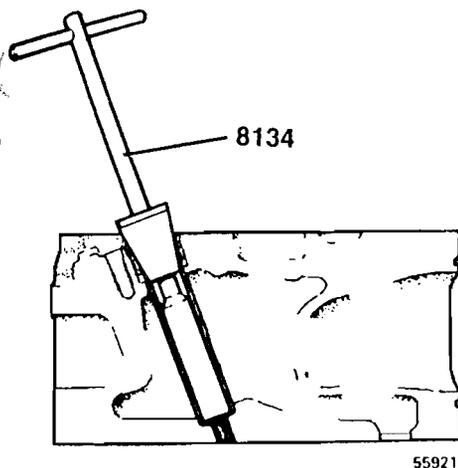

Fig. 82
- 9 Roscar el tetón del manguito de cobre con la 8134, véase fig. 82.